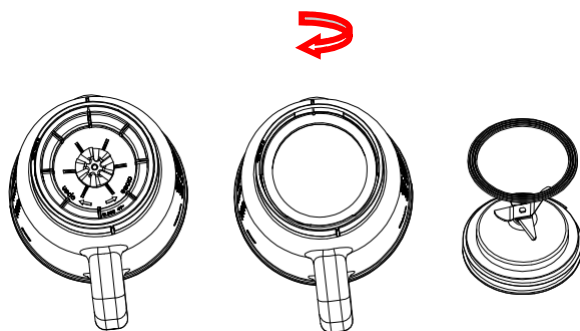

Fig.8
4. Démontez chaque pièce détachable. Retirez l'assemblage du bol du bloc moteur. Retirez l'assemblage de la lame en le tournant dans le sens des aiguilles d'une montre depuis la partie inférieure de la base du bol et retirez le joint 2 et l'assemblage de la lame (voir fig.8). Retirez également le joint 1 du couvercle du bol.